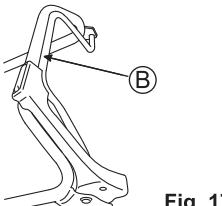

Fig. 17
- Poussez le levier d'embrayage (B) vers l'avant pour commencer à tondre. (Voir Fig. 17)